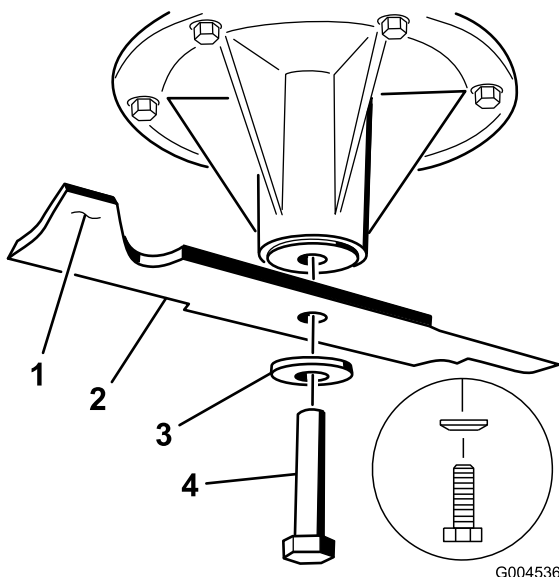

Figura 84
1. Instale la cuchilla en el eje (Figura 84).
2. Instale la arandela de muelle y el perno de la cuchilla (Figura 84).
Nota: El cono de la arandela de muelle debe estar orientado hacia la cabeza del perno (Figura 84).